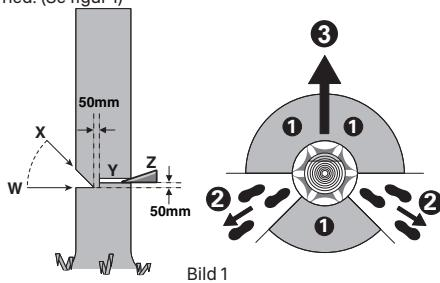

Bild 1
Vid sågning på sluttningska kedjesågens användare stå ovanför det träd som fälls, eftersom det fallda trädet troligen kommer att rulla eller slira nedför sluttningen. Flyktvägen bör gå bakåt och diagonalt relativt den bakre delen av den förväntade fallriktningen, så som visas på bild 1.
Gör skärna till 1/3 djup av trädets diameter, vinkelrätt mot fallriktningen, så som visas på bild 1. Såga först det undre vägräta riktskäret (W). Härvid undviks inklämning av sågkedja eller styrskena vid sågning av övre riktskär (X).
Gör fällskäret minst 50 mm högre än det horisontella riktskäret (Y), så som visas på bild 1. Fällskäret bör vara parallellt med riktskäret. Gör fällskäret endast så djupt att en brytmän blir kvar (brytlist) som fungerar som ett gångjärn. Brytmånen hindrar trädet från att vrida sig och falla i fel riktning. Såga inte brytmånen.